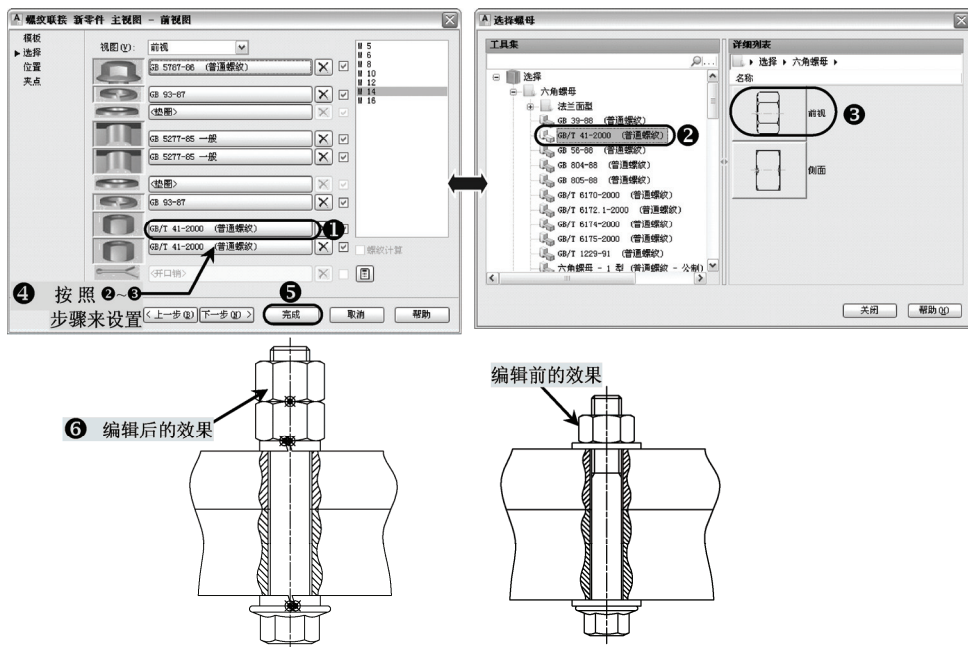

图 5-2 增强编辑操作
5) 最后单击“完成”按钮，完成对螺纹联接的修改，如图 5-2 所示。